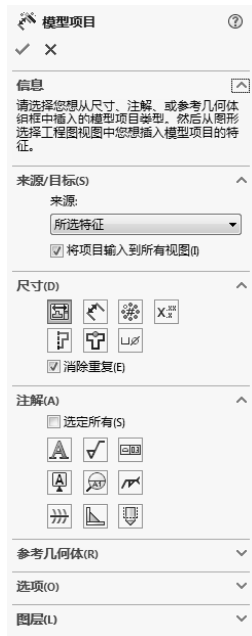
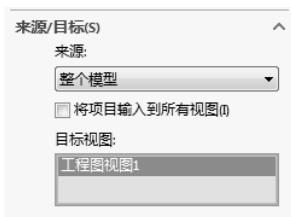

图 12-35 “模型项目”属性管理器
图 12-36 “来源/目标”选项组
2) 设置属性管理器。系统弹出图 12-35 所示的“模型项目”属性管理器, “尺寸”选项组中的“为工程按钮注”一项自动被选中。如果只将尺寸插入到指定的视图中, 取消选择“将项目输入到所有视图”复选框, 然后在工程图中选择需要插入尺寸的视图, 此时“来源/目标”选项组如图 12-36 所示, 自动显示“目标视图”列表框。